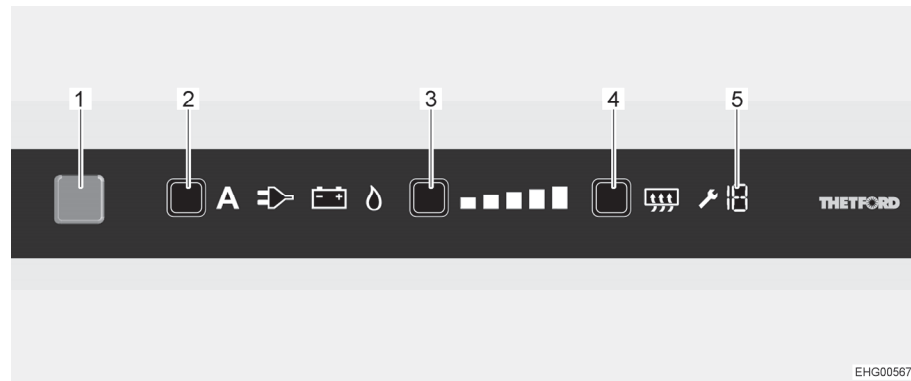

Fig. 185 Écran tactile LCD
- Appuyer sur la touche Marche/Arrêt (Fig. 185,1) pendant 1 seconde. La touche s'allume en bleu. Le dernier réglage choisi est affiché.
- Appuyer plusieurs fois sur la touche de sélection de source d'énergie (Fig. 185,2) jusqu'à ce que la source d'énergie désirée soit sélectionnée.
- Appuyer plusieurs fois sur la touche de degré de réfrigération (Fig. 185,3) jusqu'à ce que le degré de réfrigération désiré soit sélectionné. Le degré actuel de réfrigération est indiqué par barres lumineuses.
- Appuyer sur la touche Marche/Arrêt (Fig. 185,1) pendant env. 2 secondes. Toutes les lampes s'éteignent. Le réfrigérateur est coupé.